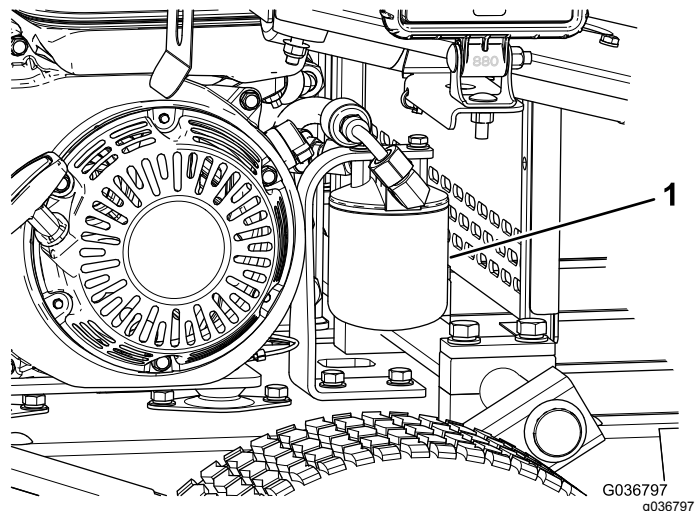

Figure 36
5. Placez un bac de vidange sous le filtre et enlevez le filtre (Figure 36).